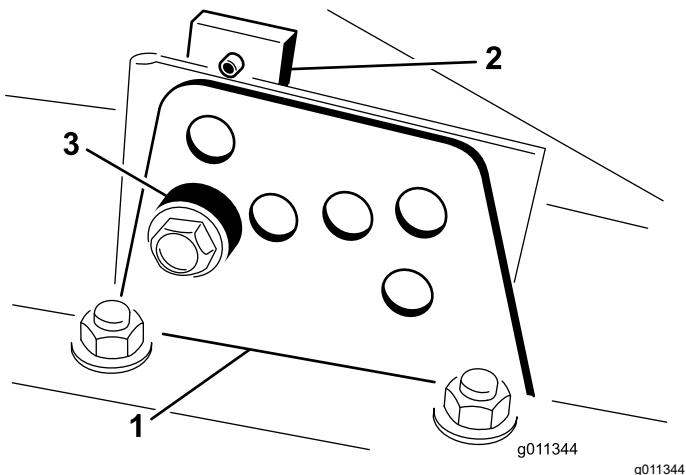

图 15
2. 拧松将各剪草高度支架固定至剪草高度板的螺栓前面和两侧如 图 15 所示。
4. 在支撑起切割腔的同时取出隔片 (图 15)。